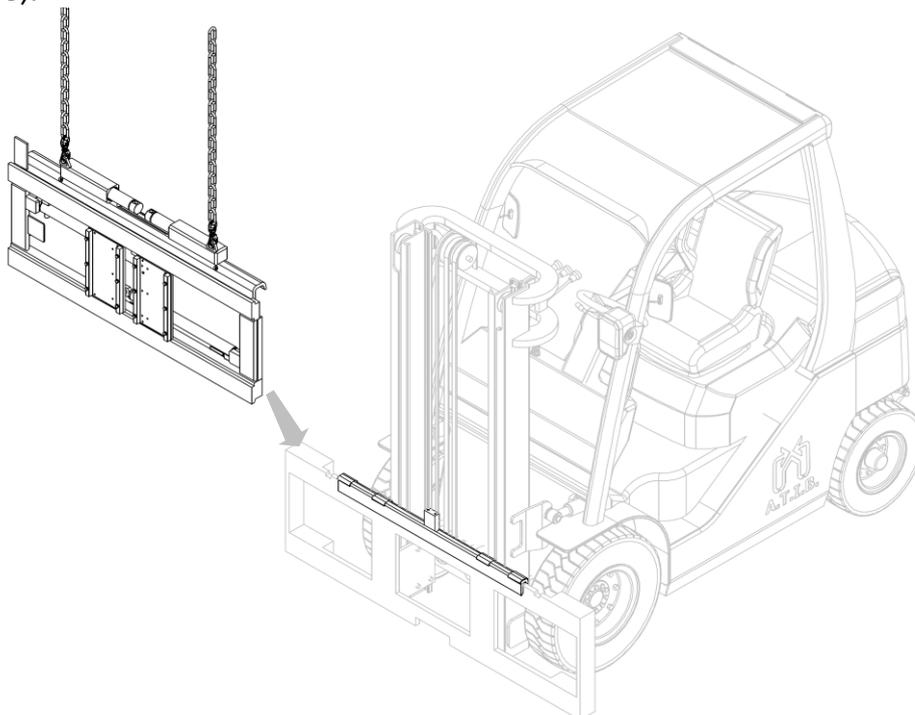

Abbildung 8
7. Dann haken Sie das Anbaugerät von oberen Greifpunkten ein und positionieren Sie es mittels eines Laufkrans oder eines Hebezeugs mit ausreichender Tragkraft auf dem Gleitprofil. Bitte auf die richtige Positionierung des Anbaugeräts achten (siehe *Abbildung 8*).